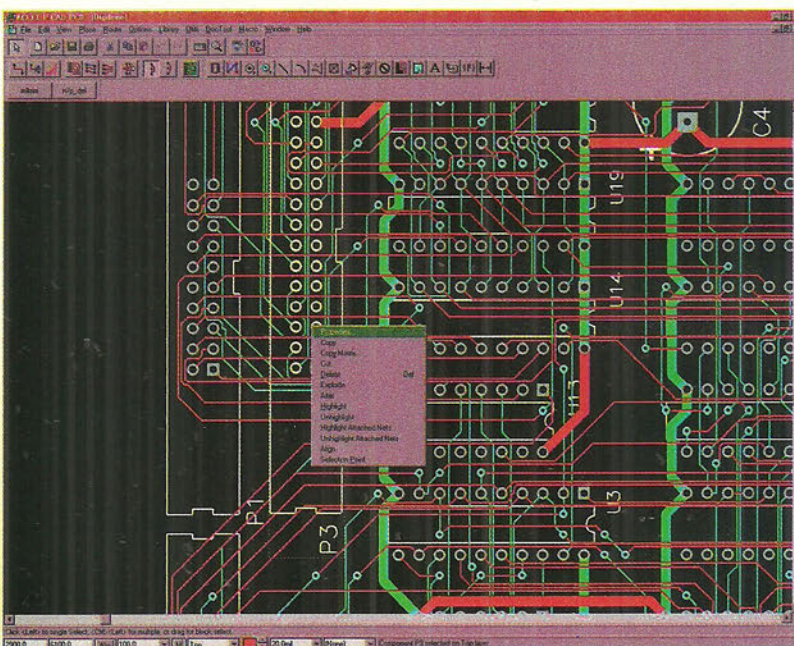

Figura 1
- meniuri sensibile la context, adică, cu un simplu click dreapta al mouse-ului, se deschide un meniu aplicabil item-ului selectat (figura 1).